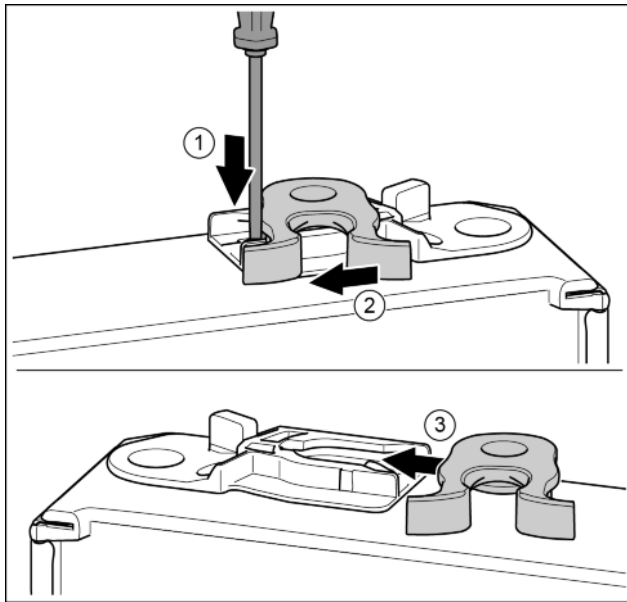

Fig. 14
- ▶ Lasche mit Schlitzschraubendreher nach unten drücken. Fig. 14 (1)
- ▶ Schließhaken aus Führung ziehen. Fig. 14 (2)
- ▶ Schließhaken auf anderer Seite in Führung schieben. Fig. 14 (3)